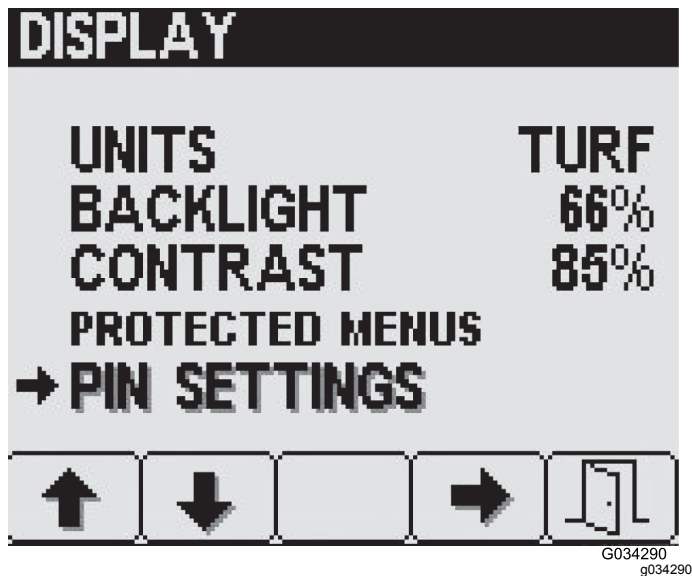

Figure 31
1. Dans l'écran Affichage, appuyez sur le bouton 2 pour naviguer jusqu'à l'option Réglages code PIN, puis appuyez sur le bouton 4 pour la sélectionner (Figure 31).
1. Dans l'écran Réglages code PIN, appuyez sur le bouton 2 pour naviguer jusqu'à l'option Modification du code PIN, puis appuyez sur le bouton 4 pour la sélectionner (Figure 31).